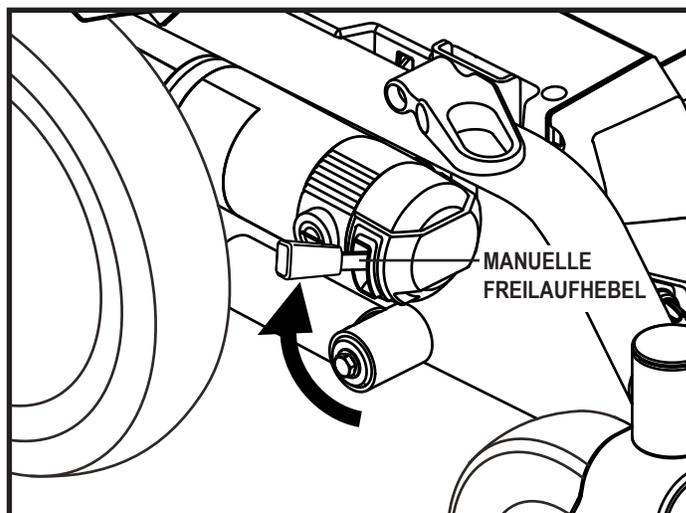

Bild 4. Fahrmodus (Antriebsmotoren eingekuppelt)
3. Beide manuellen Freilaufhebel hochziehen, um in den Fahrmodus zu gelangen (Antriebsmotoren eingekuppelt). **Siehe Bild 4.**